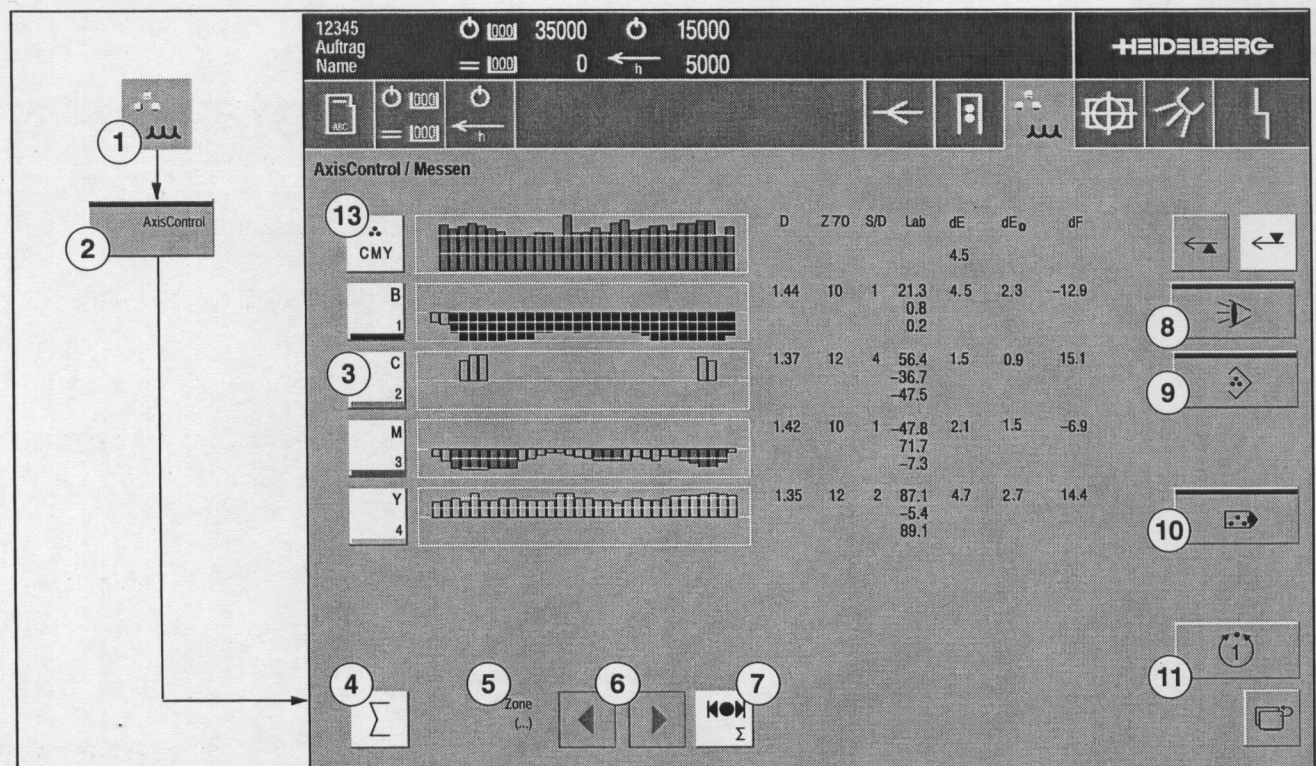

Abb. 16 Menü AxisControl Messen
- **Druckwerk** (Abb. 16/3)
- **alle Druckwerke** (Abb. 16/4)
- **Zonnennummer** (Abb. 16/5)
- **Pfeiltasten** (Abb. 16/6)
Wenn die Pfeiltasten aktiv sind, können Sie mit dem Cursor Farbzonen einzeln auswählen. Die Zonnennummer wird in Abb. 16/6 angegeben. Die angezeigte Farbinformation (Abb. 16/12) bezieht sich auf die angewählte Zonnennummer.
- *alle Farbzonen* (Abb. 16/7)
Über diese Taste können Sie die Farbinformationen für alle Farbzonen an- und abwählen. Im angewählten Zustand sind die Pfeiltasten (Abb. 16/6) aktiv und die Farbinformationen gelten für die angewählten Zonen.
- *Übersicht* (Abb. 16/8)
- *Sollwert* (Abb. 16/9)
- *Messen* (Abb. 16/10)
- *Freigabe* (Abb. 16/11)
- *Graufeldtaste* (Abb. 16/13)
Wenn Sie die Taste *Abweichung* (Abb. 16/8) drücken, wird Ihnen die Sollwertquelle jeder Zone dargestellt. Nach erneuten Drücken der Taste gelangen Sie in die Ansicht "Abweichung" zurück.